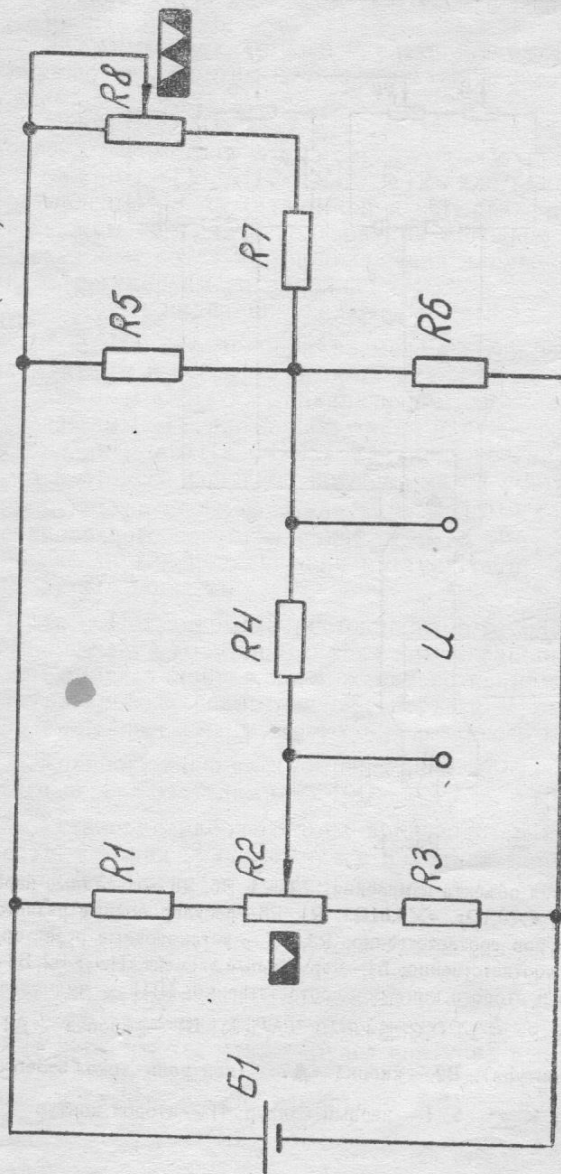

Рис. 2.
4. 5. ИРН («mV») служит для получения плавно регулируемого напряжения от минус 5 до плюс 100 mV, необходимого для проверки пирометрических милливольтметров, и выполнен по мостовой схеме (рис. 2.).